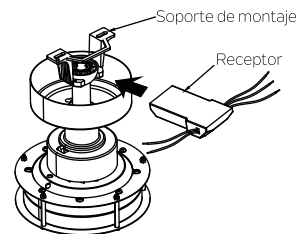

Fig. 12
**Paso 1.** Inserte el receptor en el soporte de montaje y mantenga en posición horizontal contra el techo. (Fig. 12)